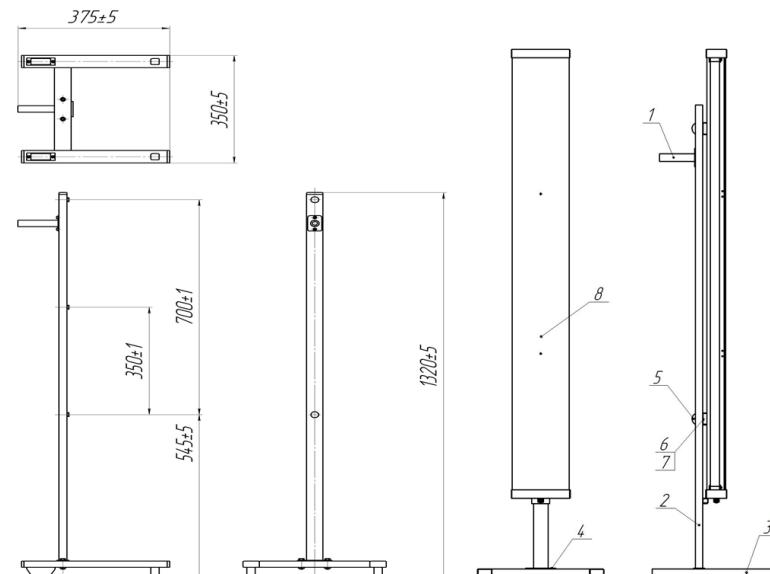

Рис.2
6.5.1 Собрать передвижную стойку см. рис.2:
- привернуть ручку (1) к штанге (2) двумя саморезами 4,2x 13
- привернуть штангу (2) к основанию (3) двумя болтовыми соединениями M6 (4)
- снять заглушки (5) на штанге и установить зазор 3-5 мм между штангой и головкой болта M6 (6).